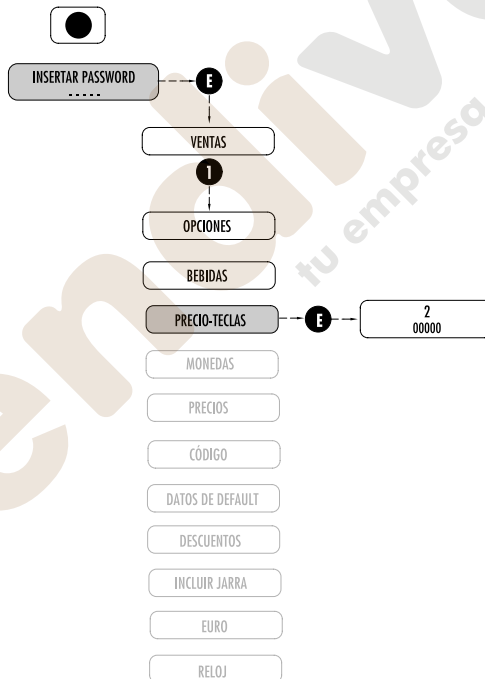

Fig. 7.7
7.2.4 PRECIO-TECLAS (Fig. 7.7)